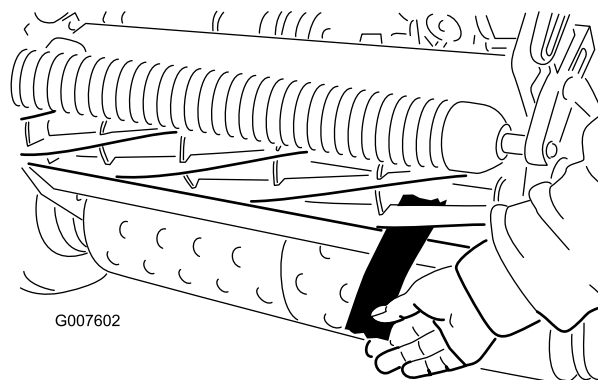

図 46
4. リール前面の左右いずれかの端を選び、リールと下刃の間に、長く切った新聞紙片を差し入れる図 46。リールをゆっくり前回転させながら下刃調整ネジを締める新聞紙を入れた側の調整ネジを、目盛りつつゆっくりと。新聞
6. 両側の調整ができたなら最終確認を行う紙片をリールの前から差し込んだ時にははさむだけ、下から差し込むと切れるのが正しい調整である図 46。リールと下刃のごくわずかの接触で紙が切れなければいけない。